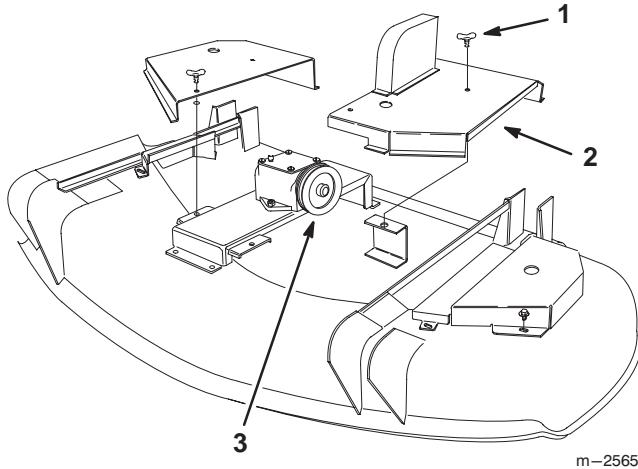

Figure 27
1. Dévissez de 1/4 de tour les deux goujons à oreilles situés sur le carter intérieur gauche du plateau de coupe. Déposez le carter pour exposer la poulie d' entrée du boîtier d' engrenages (Fig. 27).
4. Reposez le carter intérieur gauche sur le plateau, puis revissez les deux goujons à oreilles de 1/4 de tour vers la droite pour assujettir le carter sur le plateau (Fig. 27).